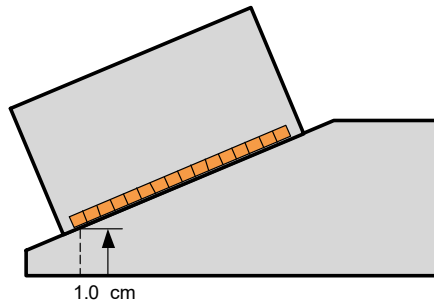

Figura 4-9 Altura del primer elemento
- f) Seleccione el parámetro **Altura**, e introduzca la altura del primer elemento. Véase la Figura 4-9 en la página 110.